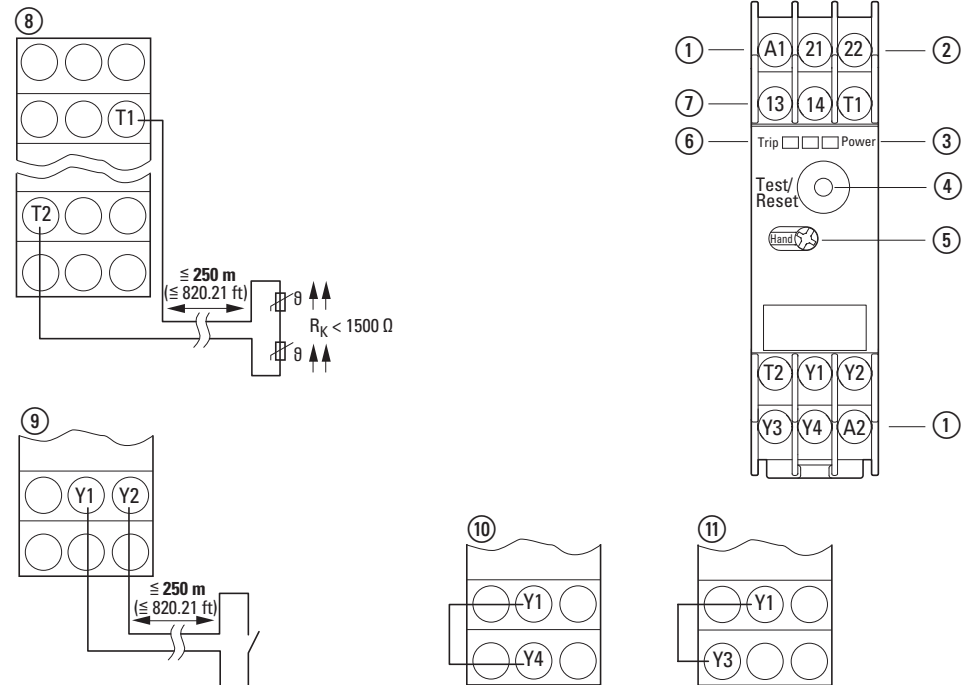

Abbildung 6: Anschlussklemmen EMT6...
Die Geräte EMT6, EMT62, EMT6-K und EMT6(230V) sind fest auf den Modus „automatischer Reset“ eingestellt. Bei den Geräten EMT6-DB, EMT6-DB(230V), EMT6-KDB und EMT6-DBK kann der automatische Reset gewählt werden. Hierzu wird der Wahlschalter (→ Abbildung 6, Seite 17, Legende ⑤) auf „AUTO“ gestellt.
Hierzu wird der Wahlschalter (→ Abbildung 6, Seite 17, Legende ⑤) auf HAND gestellt.
Die Nullspannungssicherheit kann durch eine Brücke zwischen Y1 und Y4 abgeschaltet werden (→ Abbildung 6, Seite 17).
Die Kurzschlussüberwachung kann durch eine Brücke zwischen Y1 und Y3 abgeschaltet werden (→ Abbildung 6, Seite 17).